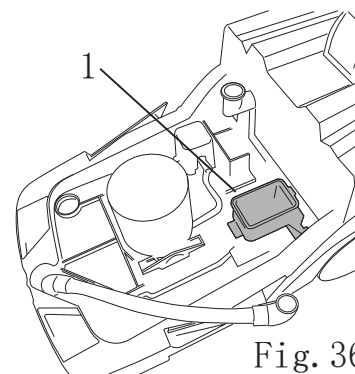

Fig. 36
- 清洁节流阀内部 (图36, 编号1), 消除结垢并用水冲洗, 用软布清洁盖子密封圈。